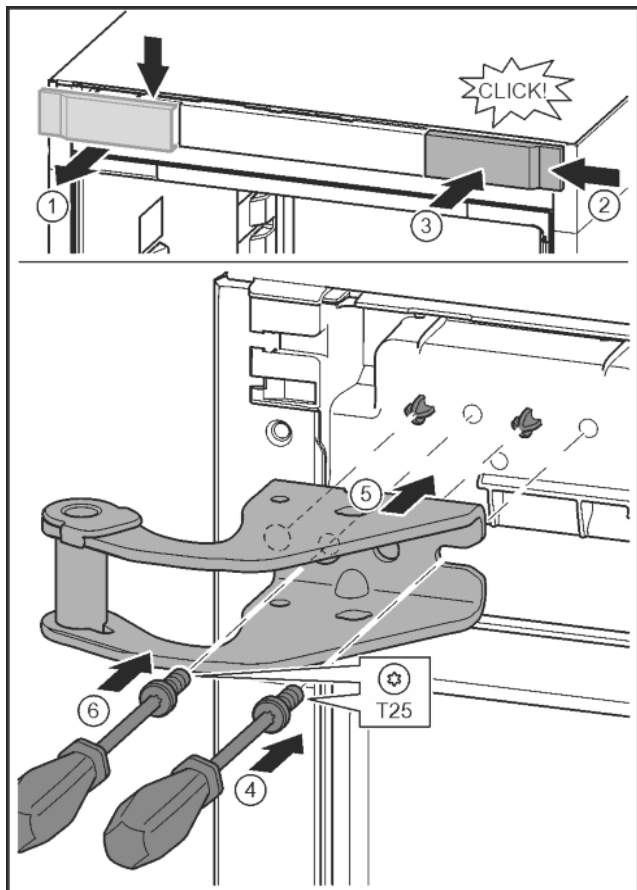

Fig. 14
- ▶ Poluzować osłonę i zdjąć w bok. Fig. 14 (1)
- ▶ Osłonę obrócić o 180° założyć z drugiej strony od prawej. Fig. 14 (2)
- ▶ Zazębić osłonę. Fig. 14 (3)
- ▶ Śrubę założyć przy pomocy śrubokręta T25. Fig. 14 (4)
- ▶ Założyć górną płytkę zawiasu. Fig. 14 (5)
- ▶ Dokręcić śrubę. Fig. 14 (4)
- ▶ Śrubę założyć przy pomocy śrubokręta T25 i mocno dokręcić. Fig. 14 (6)